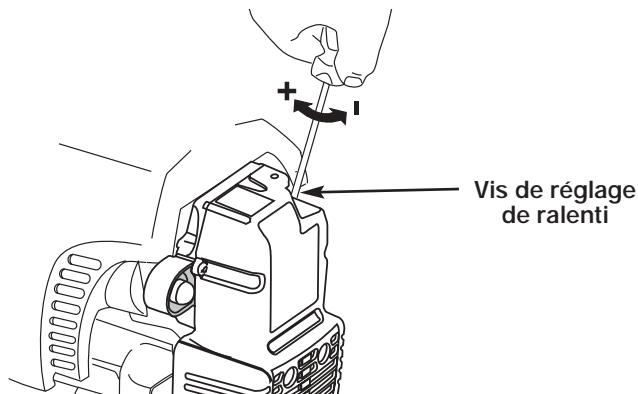

Fig. 30
Le régime ralenti du moteur est réglable par le couvercle du filtre à air/silencieux (Fig. 30).
3. Relâchez le levier d'accélérateur et laissez le moteur au ralenti. Si le moteur s'arrête, insérez un petit tournevis à embout cruciforme ou à tête plate dans le trou du couvercle du filtre à air/silencieux (Fig. 30). Vissez la vis de réglage du ralenti de 1/8 de tour à la fois (selon le besoin) jusqu'à ce que le moteur se mette bien au ralenti